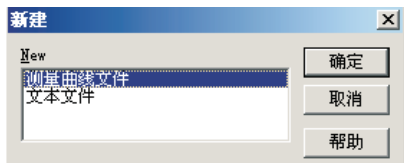

图 16
(4) 新建对话框会弹出两种模式供你选择：测量曲线文件和文本文件（如图16）